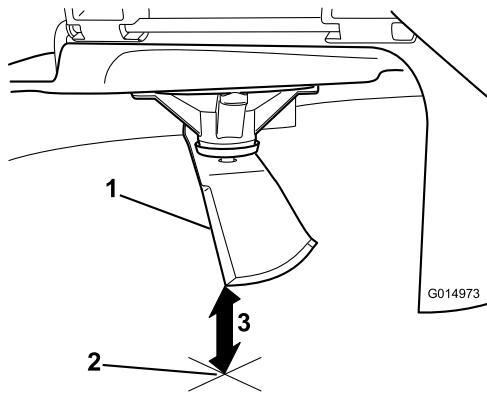

Bild 62
- 3. Messen Sie von der Messerspitze bis zu ebenen Fläche (Bild 62).